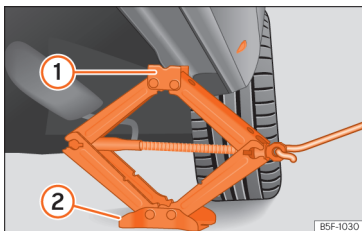

Рис. 229 Установлення домкрата під порогом кузова.
- Установіть домкрат. Повертайте рукоятку домкрата, доки його верхній упор **1** >>> **рис. 229** не опиниться під лонжероном.